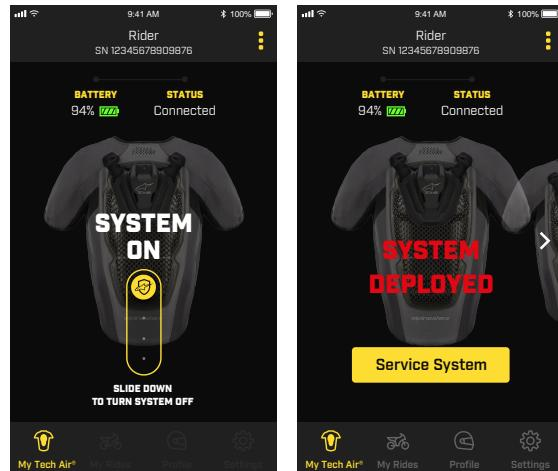

Imagen 12
La Aplicación proporciona información sobre el modo operativo actual del Sistema y comprueba si está funcionando correctamente o no. La señal «Sistema encendido» que se exhibe en la pantalla sugiere que la Revisión del Sistema se ha realizado exitosamente y que el Sistema se encuentra activo. Durante la conducción, el modo «Sistema encendido» está activo y por consiguiente y por razones de seguridad, el usuario no podrá acceder a la mayoría de las funciones de la Aplicación. En caso de que el usuario necesite desactivar el Sistema, por ejemplo durante un paseo fuera de la carretera sobre un camino escabroso, el Sistema puede apagarse si se desliza el ícono de la Aplicación (como se muestra en la Imagen 12). Para reactivarlo, utilizar el ícono de deslizamiento o abrir y cerrar la Solapa Delantera (2). Durante un accidente, el usuario puede comprobar el despliegue del Sistema en el momento desde la Aplicación, dado que esta muestra el despliegue del Sistema (véase Imagen 12 donde se muestra el estado del Sistema).